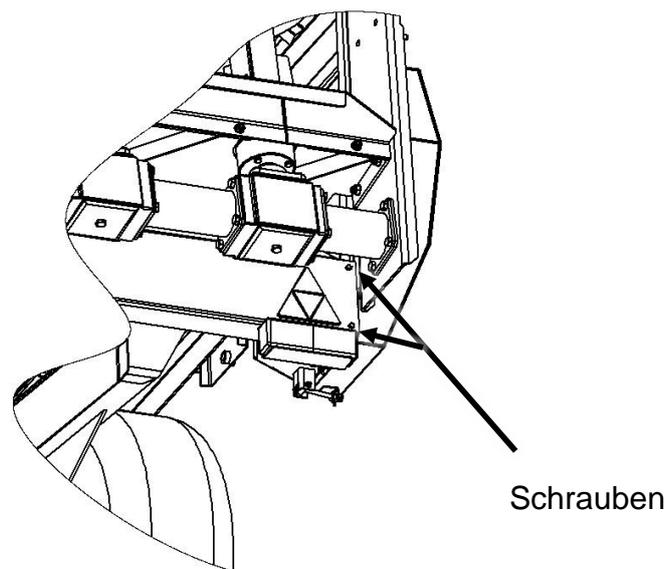

Abbildung 21. Anordnung der Befestigungsschrauben der Abdeckung
- Die elektrischen Anschlüsse unter der Abdeckung entfernen und anschließend die Schrauben der Abdeckungen (Abb. 21) auf beiden Seiten der Maschine herausrauben. Danach die Abdeckung abnehmen;